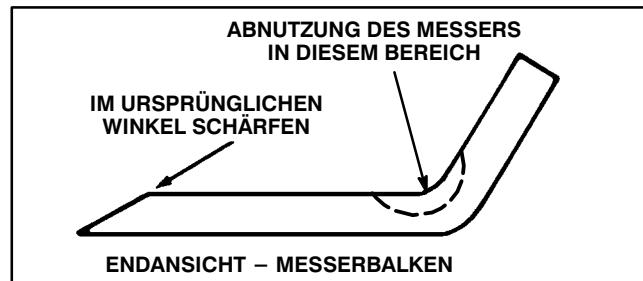

Abbildung 21
7. Die Schnittfläche an beiden Enden des Messerbalkens mit Hilfe einer Feile schärfen (Abb. 21).